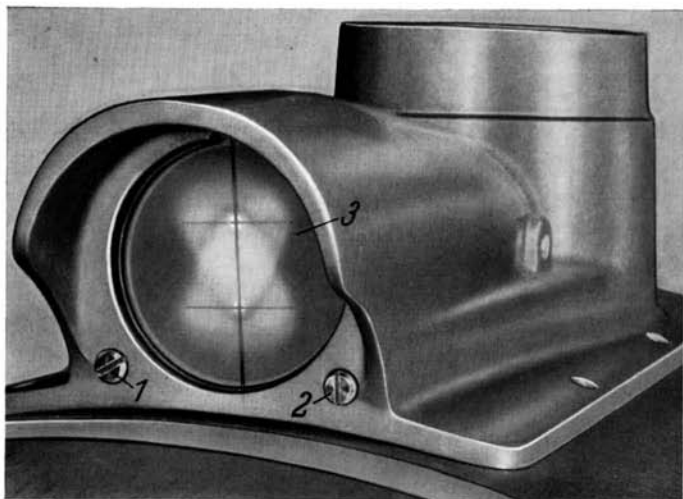

Abb. 11 Bogenreflektor
2. Als nächstes muß der Umlenkspiegel des Bogenreflektors der richtigen Kolbeneinstellung angepaßt werden. An der Mattscheibe des Bogenreflektors sind dazu zwei kleine Stellschrauben angebracht (Bild 11, Pos. 1 u. 2), die man so verdrehen